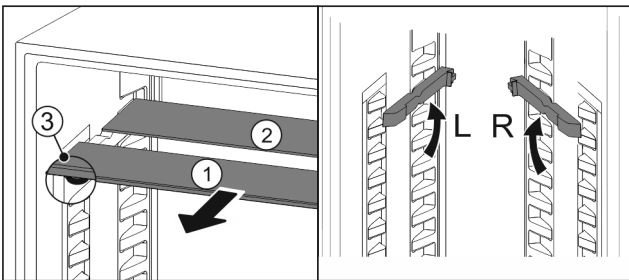

Fig. 58
- ▶ Glasplaten afzonderlijk vanaf de voorkant eruit trekken Fig. 58 (1).
- ▷ Glasplaat Fig. 58 (1) met sierlijst ligt voor.
- ▷ Stops Fig. 58 (3) zijn naar onder gericht.